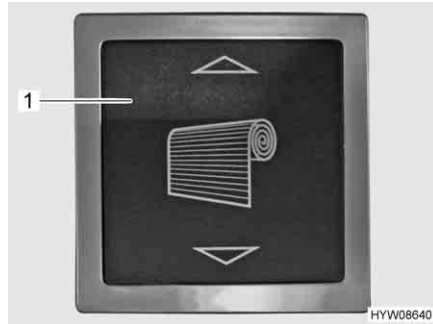
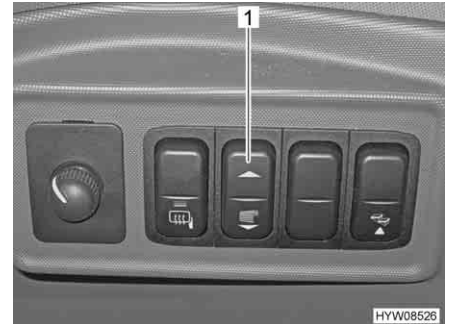
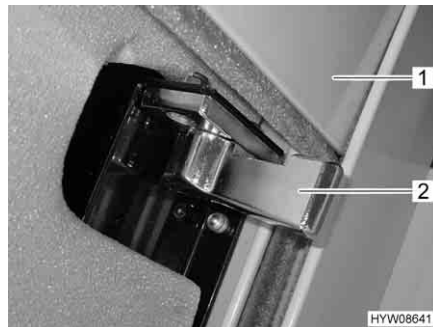

Fig. 25 Pulsante basculante per oscurante a rullo (vano abitabile)
Fig. 26 Pulsante basculante per oscurante a rullo (cruscotto)
Fig. 27 Chiusura di sicurezza oscurante a rullo
- Premere e tenere premuto il pulsante basculante (Fig. 25,1 o Fig. 26,1) finché l'oscurante a rullo (Fig. 27,1) ha raggiunto la posizione più alta.
- Sui entrambi i lati, ruotare spingendo indietro (Fig. 27) la chiusura di sicurezza (Fig. 27,2).